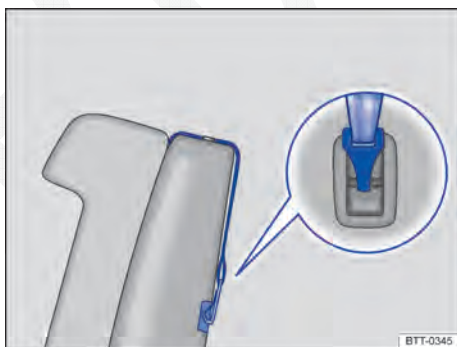

Fig. 50 Exemplo de um cinto de fixação superior preso.
- Caso seja fornecido juntamente com a cadeira de criança, colocar o cinto de fixação superior (Top Tether) da cadeira de criança entre o encosto do banco traseiro, fixando-o no terminal de engate existente na parte posterior do encosto do banco → Fig. 50.